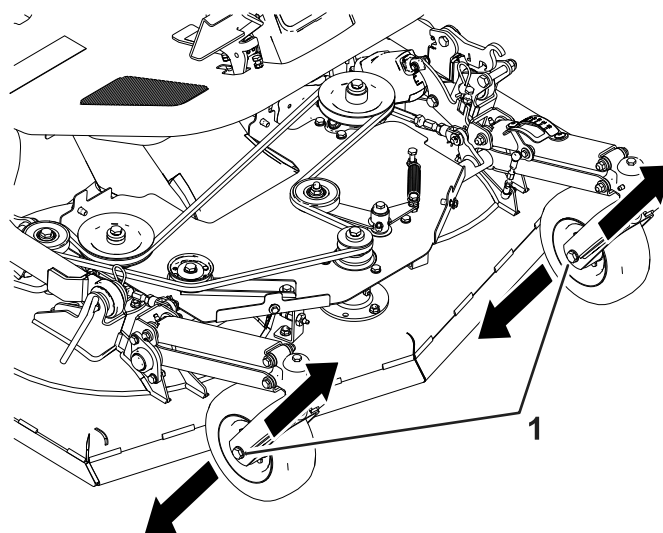

Figura 103
- A. Allentate il bullone della ruota orientabile su un solo lato (Figura 103).
- B. Regolate il bullone della ruota orientabile nella feritoia e serrate il bullone (Figura 103).